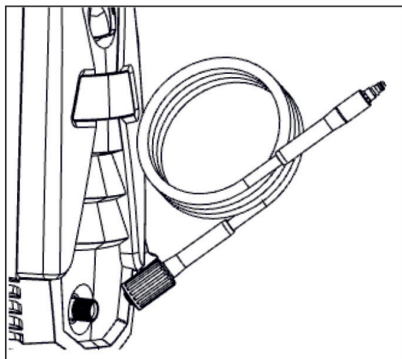

Рис. 5
2. Для моделей моек М 1500Р2, М 1600РБ, М 1800РБК, М 1900РБК, подключите шланг высокого давления к штуцеру для шланга высокого давления на мойке (Рис. 5)